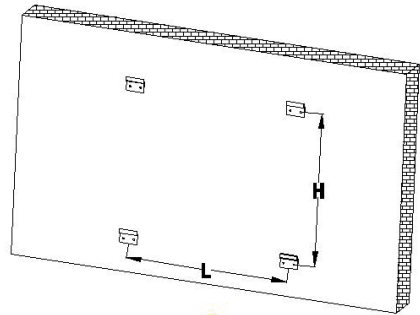

Abb. 15
2. Messen Sie den Abstand H und L (gem. Abb. 10) aus und übertragen diesen auf die Wand (Abb. 15).